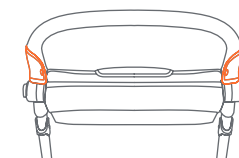

Fig. 9
- 9) • Ajuste la bandeja para padres al marco. Envuelva los extremos de la bandeja de los padres sobre las manijas de la carriola, y abroche los botones del marco y bandeja para padres juntos. (Fig. 9).